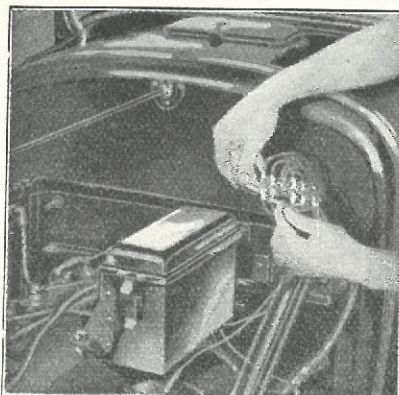

Fig. 563
- 1238** For at forhindre enhver Mulighed for Gnistdannelse, grundet paa, at Benzintanken kommer i Kontakt med strømførende Dele, er det hensigtsmæssigt at aftage Batterikablet bag paa Pladen og isolere det ved — paa Kablet — at paasætte et lille Stykke Gummislange (Fig. 563).